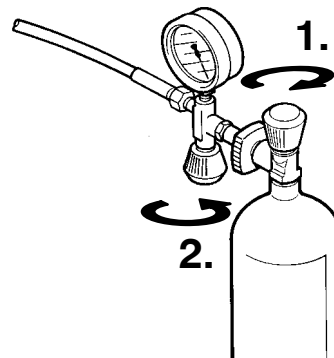

Fig. 15 Prelievo delle bombole per aria compressa
- Una volta raggiunta la pressione finale **chiudere prima il rubinetto della bombola** (1, Fig. 15), **e poi la valvola di riempimento** (2).